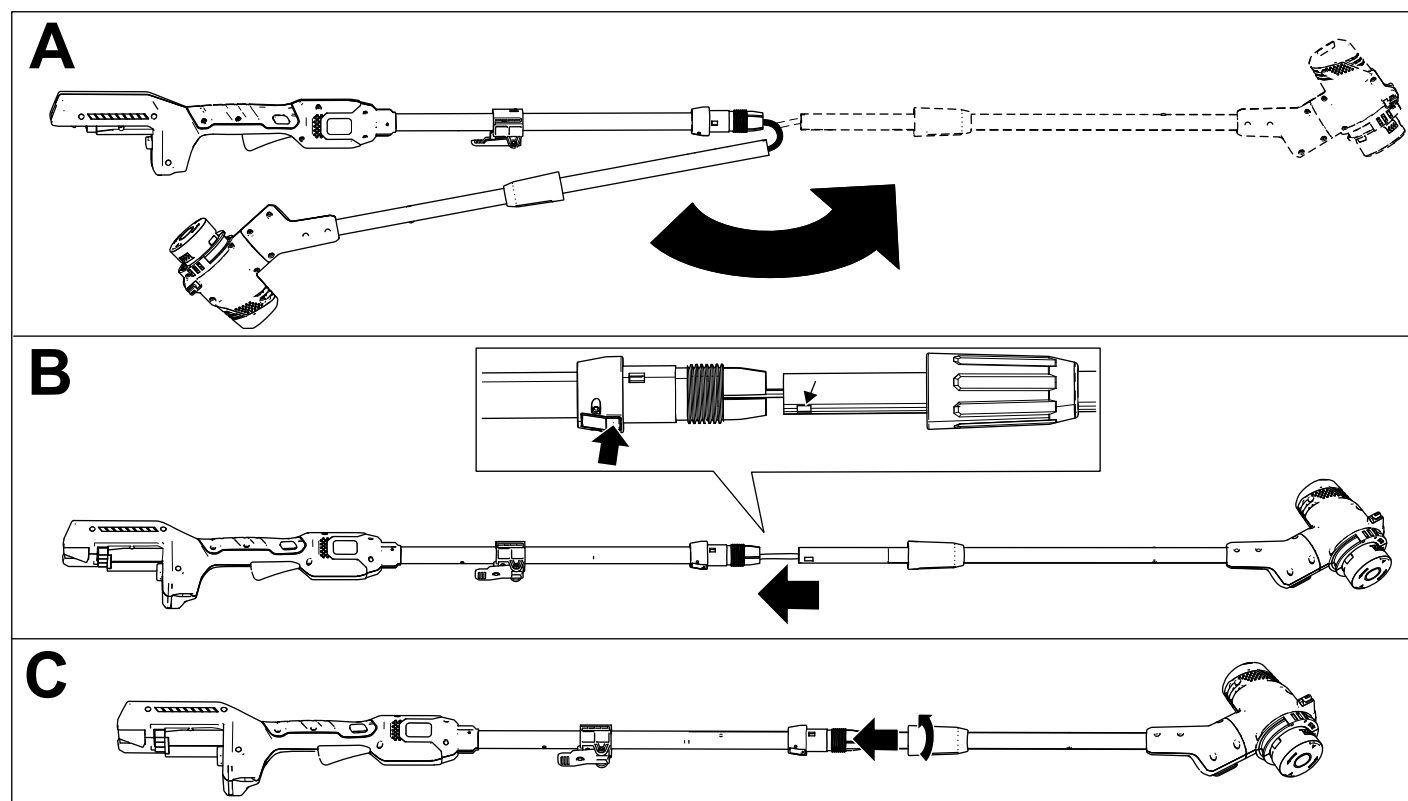

Figura 2
1. Despliegue el mango (Figura 2, A).
2. Mantenga presionado el botón de bloqueo del eje superior, alinee el botón de bloqueo con el orificio longitudinal del eje inferior y junte los 2 ejes. Cuando el orificio longitudinal del eje inferior sobrepase el botón de bloqueo, libere el botón de bloqueo y deslice el eje inferior en el eje superior hasta que la desbrozadora esté a la altura deseada (Figura 2, B).
3. Ajuste el conector del eje inferior para fijar el mango a la altura deseada (Figura 2, C).